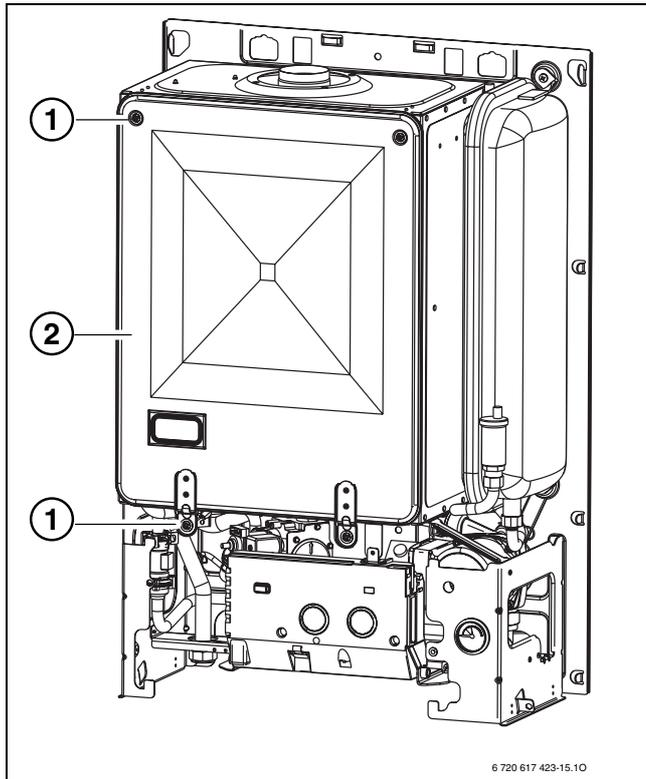

Fig. 45 *Aprire la camera stagna*
- ▶ Svitare le quattro viti (1) e rimuovere il coperchio della camera stagna (2) (fig. 45).